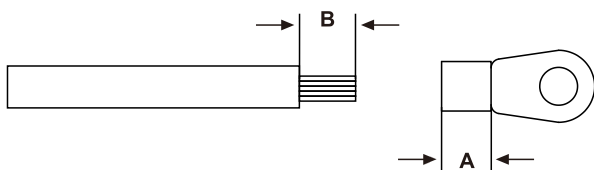

图5.7 剥线长度
3. 利用剥线钳将接地线缆的绝缘层剥去适合的长度（如图5.7）。